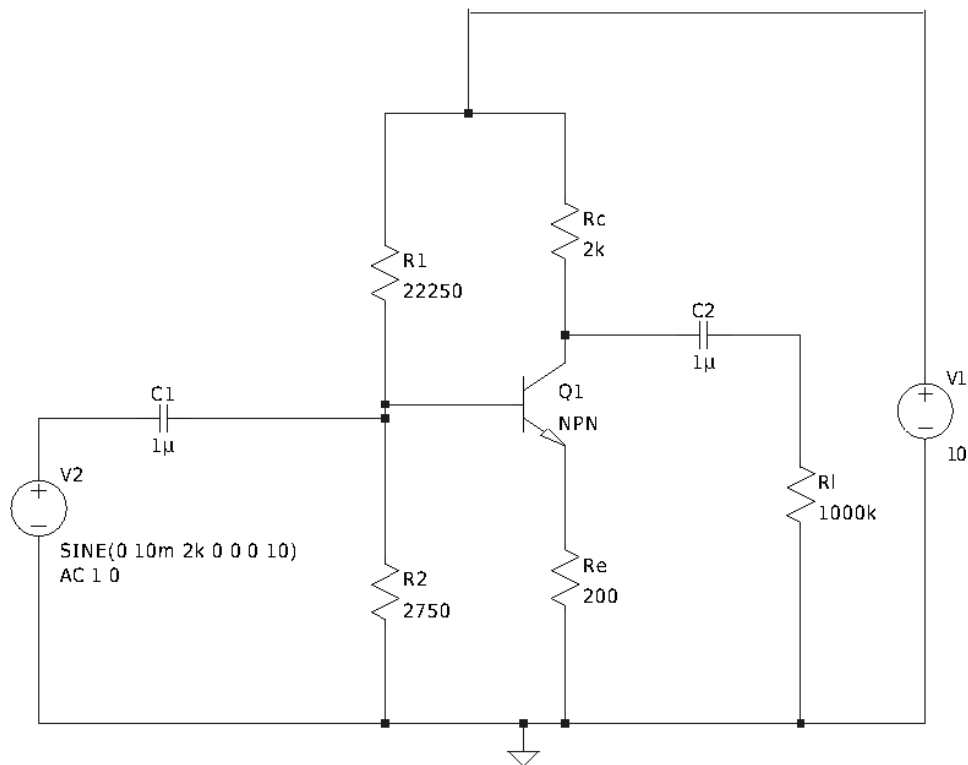

Figura 1: Amplificador emisor común para simular
5. Seleccionar la herramienta de línea con F3 o *Edit* → *Draw Wire* y conectar los componentes de acuerdo a la Figura 1. Para conectar un componente se clickea sobre un nodo y se mueve el mouse clickeando donde se desee conectar o donde se desee que haya un nuevo punto fijo en el cable que se está trazando.
7. Agregar dos capacitores (*Edit* → *Capacitor* o *C*) y conectar todo de tal forma que se vea como en la Figura 1.
En el caso de fuentes de corriente o tensión, se abre una ventana que permite ingresar el modelo simple de una fuente de dc por defecto. Para el caso de V1 en la Figura 1 eso es suficiente, que son 10V de continua. Sin embargo si se requiere una fuente de señal se hará click sobre el botón
En el caso del circuito de la Figura 1 la fuente senoidal (V2) será un seno sin desfase, sin delay de 10mv de amplitud, de 2kHz de frecuencia y se simulará por diez ciclos. Por lo que los datos en el orden expuesto será: 0,10m,2k,0,0,0,10.
Para realizar un barrido en frecuencia primero se debe definir los parámetros apropiados a la fuente de señal del esquemático. En el caso de el ejemplo de la Figura 1 la fuente de señal es la V2. Para definir que esta será la fuente de señal se deberá ubicar, en las propiedades avanzadas, el lugar para completar *AC Amplitude* y *AC Phase* con los valores 1 y 0 respectivamente. La amplitud de AC es con la cual se realizará el barrido en frecuencia. Se elige unitaria para que el cálculo en dB luego sea correcto, lo que quiere decir que los 0 dB significa que la entrada sea igual a la salida.